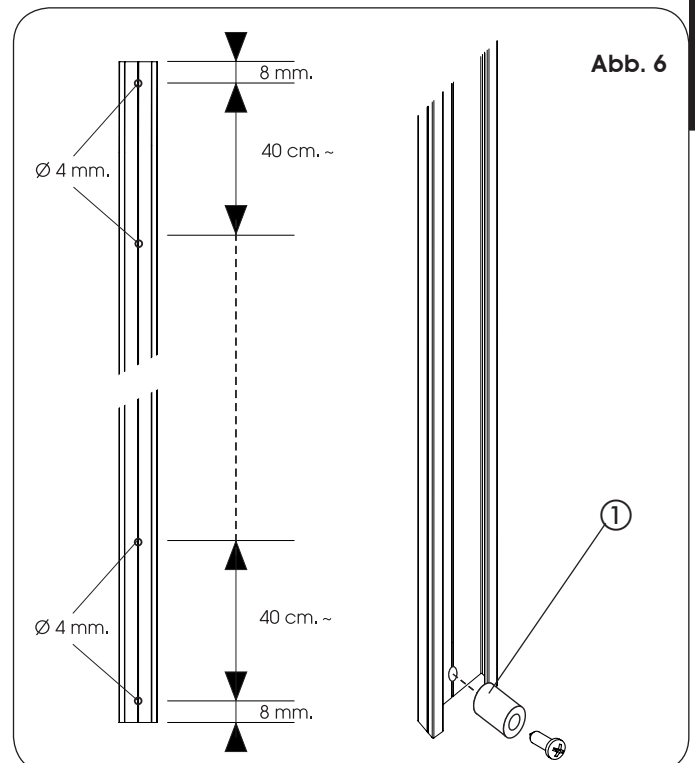

Abb. 6
- Präzise eine Öffnung \varnothing 4mm auf einem Abstand von jeweils 8 mm von jedem Ende des Stützprofils bohren (Abb. 6).
**Diese beiden Bohrungen werden für die Befestigung der Auflagedistanzstücke verwendet (Abb. 6 Bez. ①).**
- Weitere Zwischenöffnungen \varnothing 4mm im Abstand von etwa 40 cm bohren (Abb. 6).
- Das Distanzstück für die Auflage an der unteren Bohrung einführen (Abb. 6 Bez. ①).